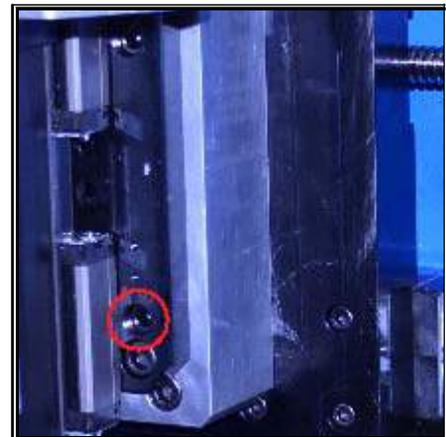

FIGURA 3-61. UBICACIÓN DE LOS TORNILLOS DEL EJE X
- c) Ajuste los tornillos del eje X (donde se muestra en la Figura 3-61) hasta que el indicador marque 0,001" (0,03 mm).